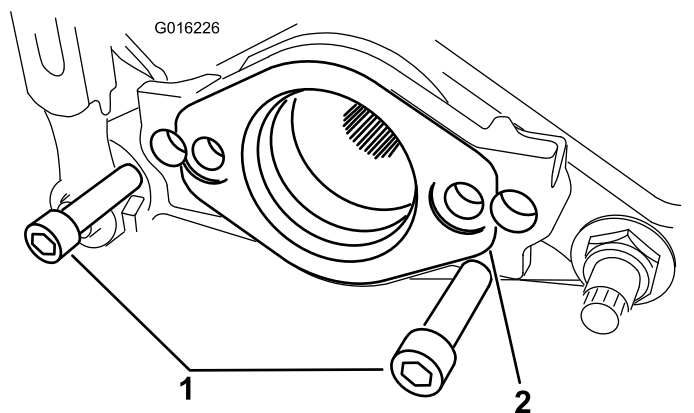

Рисунок 3
7. Если данный комплект устанавливается на машину **TriFlex 3300, 3320, 3400 или 3420**, отверните 2 болта крепления монтажной опоры двигателя к левой стороне режущего блока. Снимите монтажную опору двигателя (Рисунок 3).